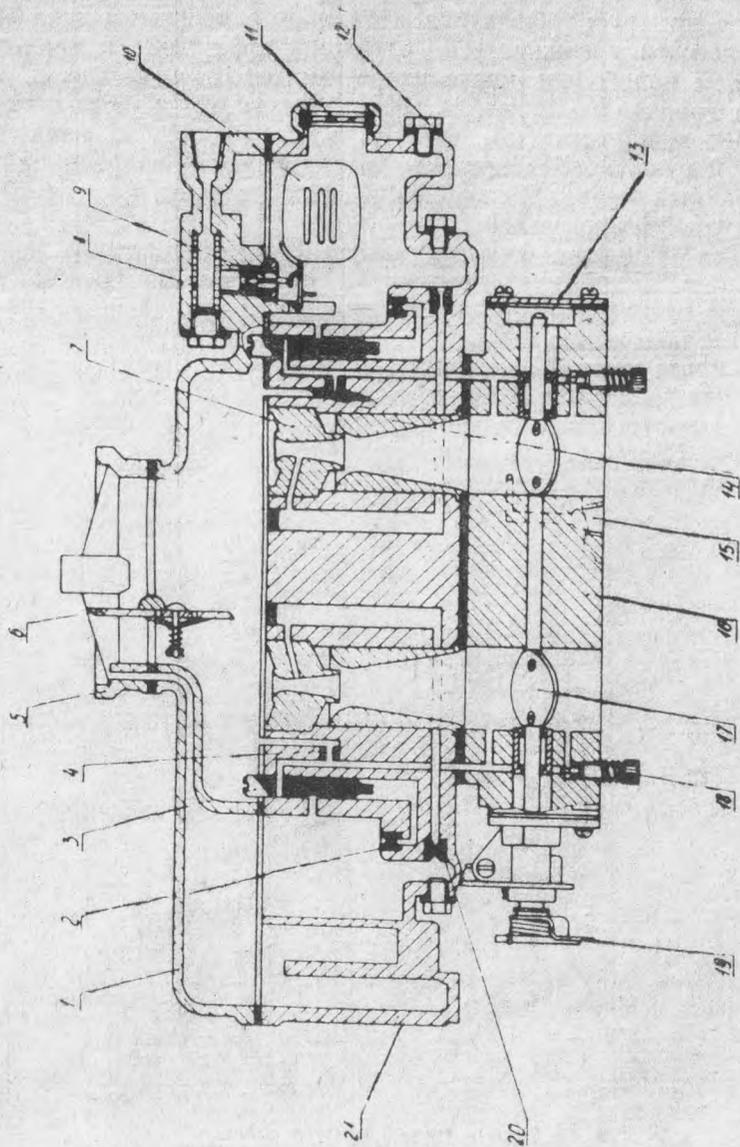

Рис. 16 Схема карбюратора
**Карбюратор К-126Ф** (рис. 16) — вертикальный, двухкамерный, с падающим потоком смеси и балансированной поплавковой камерой. Каждая камера карбюратора подает смесь независимо от другой на четыре цилиндра через впускную трубу, разделенную перегородкой на две ветви. Правая камера карбюратора питает 1, 4, 6, 7 цилиндры, а левая — 2, 3, 5, 8.